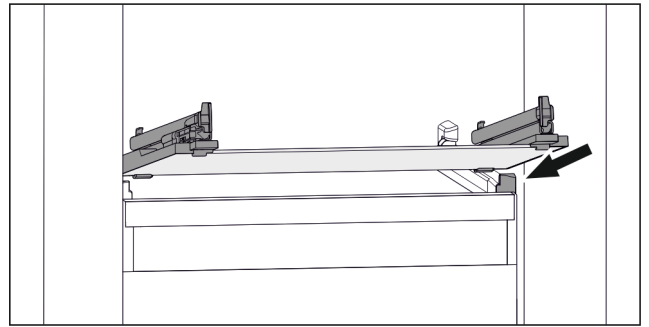

Fig. 69 Rappresentazione esemplificativa del ripiano in vetro
- ▶ Applicare il ripiano in vetro obliquamente dietro i fermi. (vedere Fig. 69)